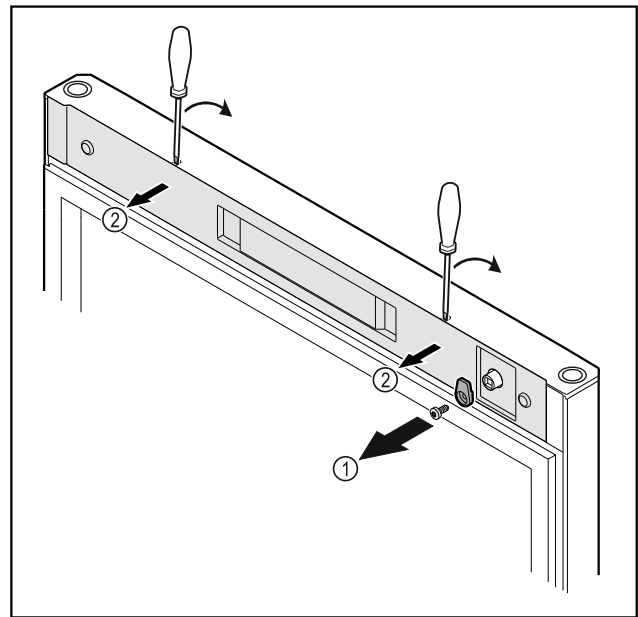

Fig. 10
- ▶ Відкрутити запірний гачок Fig. 10 (1).
- ▶ За допомогою малої викрутки зніміть з фіксатора кришку Fig. 10 (1) і видаліть.